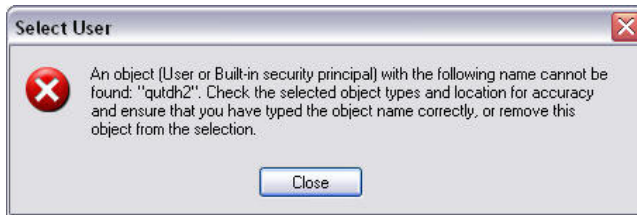

FIG. 42
- j. Se il computer non riesce a trovare il nome utente, sarà visualizzato il messaggio di errore illustrato nella FIG. 42. Verificare la precisione dei tipi di oggetti selezionati e la posizione, e tentare di immettere nuovamente il nome utente. Se è restituito ancora un messaggio di errore, contattare il responsabile IT per ricevere assistenza.